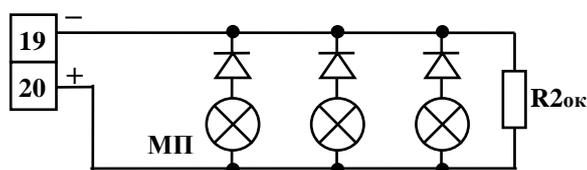

Рис.4. Схема подключения нескольких модулей пожаротушения ("МП") к А16-УПТ, контроль цепей модулей пожаротушения не обеспечивается.
6.1.13. К модулю УПТ рекомендуется подключать только один модуль пожаротушения, как показано на рис.3. При подключении нескольких модулей пожаротушения по схеме рис.4 обеспечивается контроль шлейфа управления на обрыв и короткое замыкание, но не обеспечивается контроль цепей самих модулей пожаротушения.
6.2.3. Если модуль уже установлен в адресной линии, его активация для программирования производится кратковременным удалением джампера 1 (программирование адреса). Модуль поставляется с установленными джампером 1, как показано на рис.4.